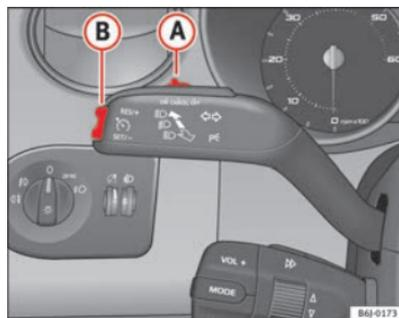

Fig. 106 Levier des clignotants et de l'inverseur-codes : commande et touche basculante pour régulateur de vitesse
- Appuyer sur la partie supérieure **RES** ⇒ fig. 106 de la touche à bascule **B** pour augmenter la vitesse. Tant que vous maintenez enfoncée la commande à bascule, le véhicule accélère. Lorsque vous lâchez la commande à bascule, la nouvelle vitesse est mémorisée.
⇒ fig. 106 **B**.